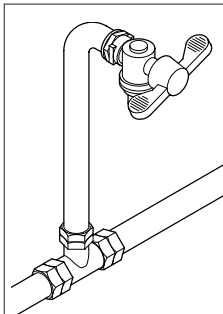

Fig. 6.2
- instalar, si no lo hay, un grifo de fácil acceso, aislar el aparato de la red hídrica en el caso que fuese necesario (Fig.6.2).